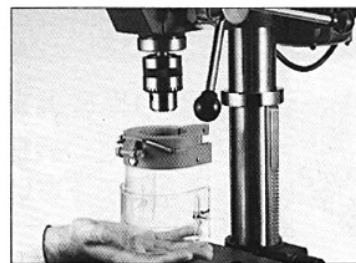

図7-1
- (1) ⑮飛散防止カバーをチャックの下から通し、クイル部分に取り付けて下さい。図7-1